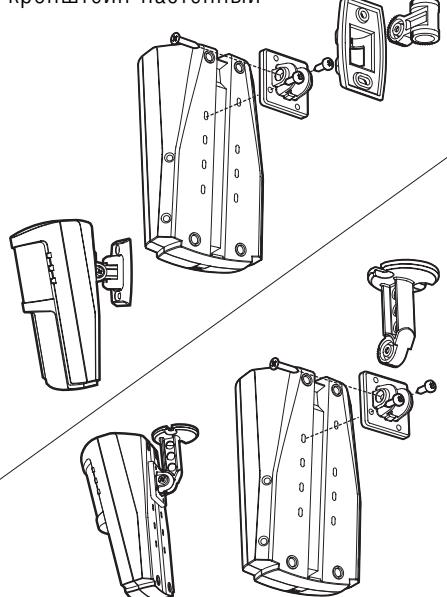

Рис.8
- б) настенная или потолочная на кронштейне (дополнительная возможность установки на "универсальный" кронштейн*, Рис.8)